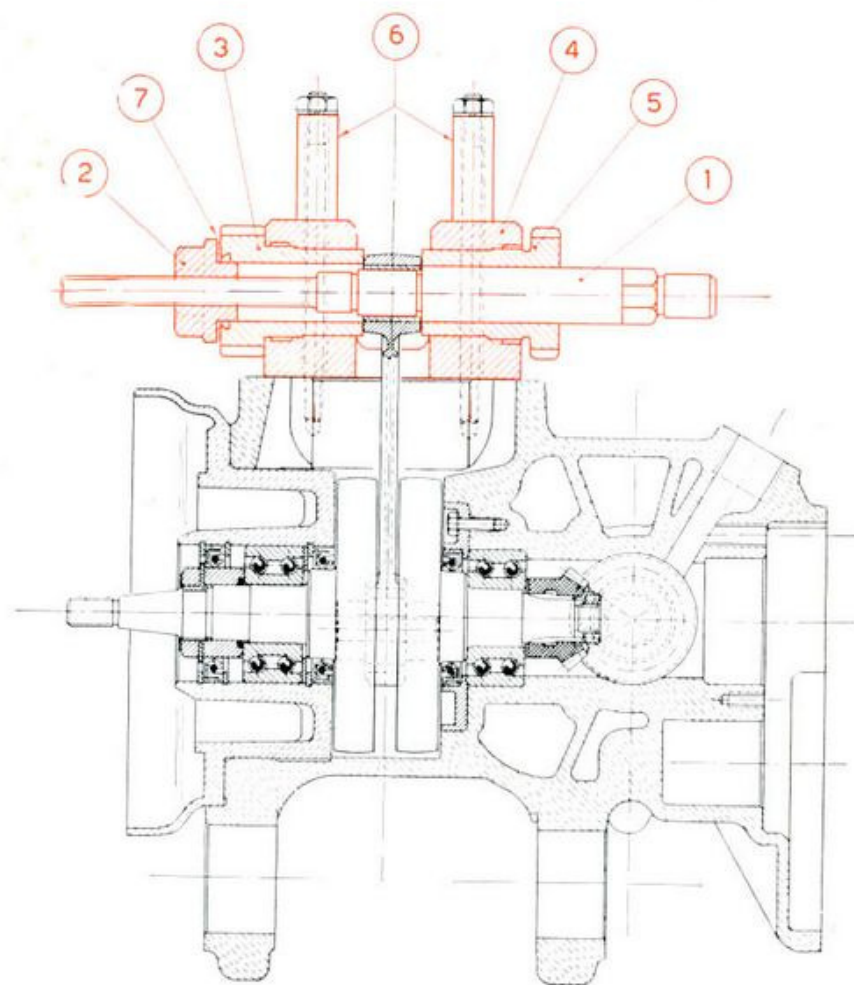

Fig. 39
- Montare sul carter motore l'attrezzo n° 54361 come indicato in fig. 39, dopo aver ben pulito le superfici di appoggio; ruotare l'albero motore quel tanto da fare coincidere l'asse della bronzina con quello dell'attrezzo.
- Montare il perno (1), avvitare a fondo la bussola (3), montare la rondella (7) ed il dado (2).
- Avvitare la bussola (5) sino a bloccare la biella.
- Bloccare leggermente l'attrezzo mediante i distanziali (6) ed i quattro dadi dei prigionieri.
- Avvitare il dado (2) (chiave mm 27) sino ad estrazione completa della bronzina.